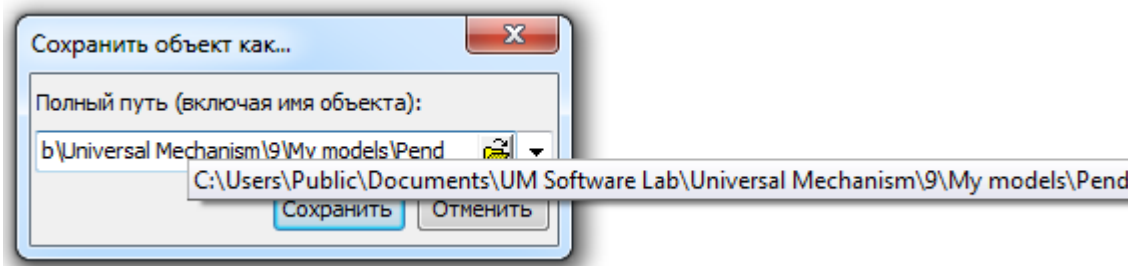

Рис. 1.13. Сохранение данных
2. В поле полный путь введите **{Путь к модели}\Pend**, как показано на рис. 1.13.